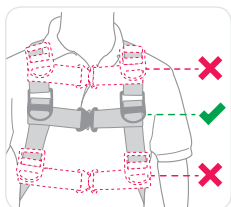

Рисунок 12
- Нагрудная ляжка должна располагаться строго на одной линии с грудиной (рис. 12).